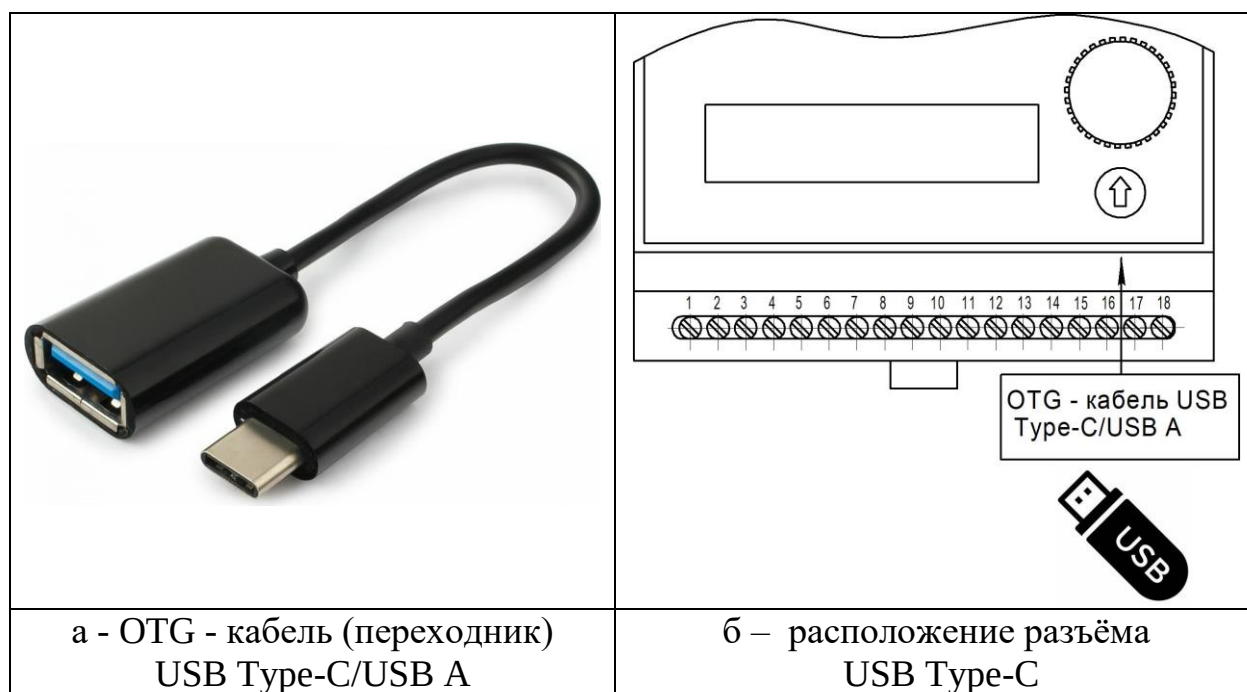

Рисунок 18 – Подключение USB-Flash накопителя
- 1 Подключить USB-Flash накопитель в разъём USB Type-C контроллера через OTG - кабель (переходник) USB Type-C/USB A (рисунок 18 а, б).